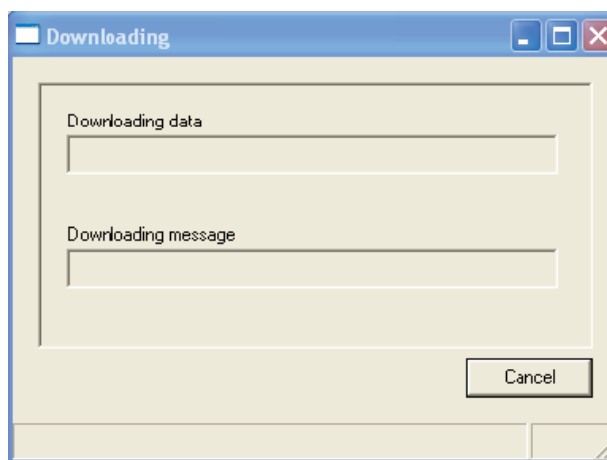

рисунок 8.19: Окно загрузки конфигурации
- Если Вы щелкнете по No, программное обеспечение начнет загружать график из недельного таймера Plena в ПК, и появится окно Downloading (см. рисунок 8.19). Когда загрузка будет выполнена, это окно закроется.